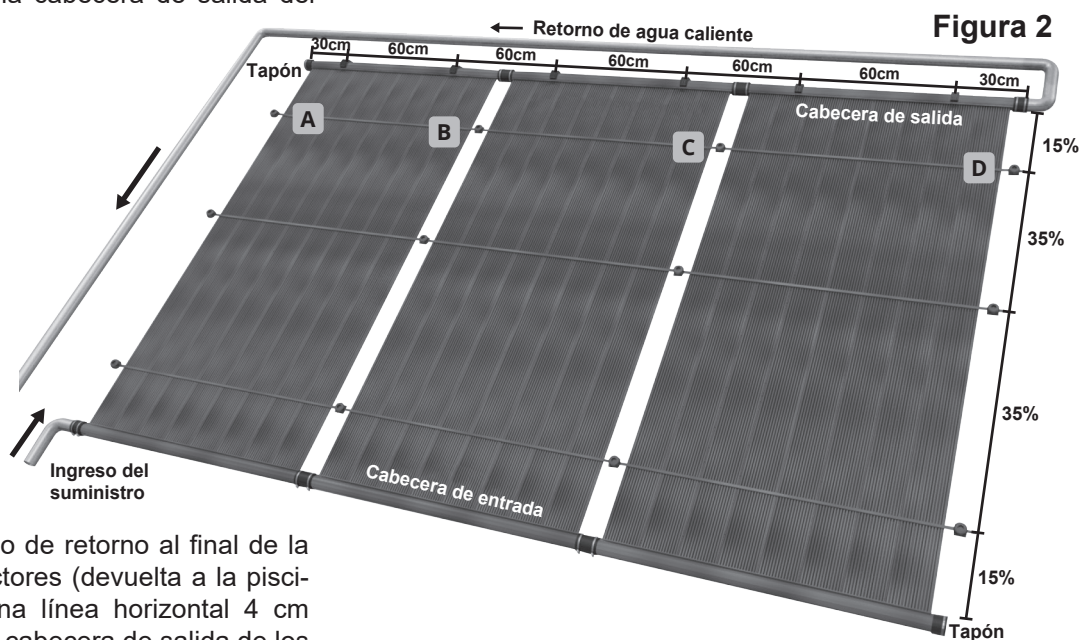

Figura 2
Note en la *Figura 2* que el tubo que lleva el agua de vuelta a la piscina, la tubería de retorno, esta conectado a los colectores diagonalmente opuesto a la tubería de suministro en los colectores. La tubería de retorno debe conectarse 180°, y cruzar de un lado hacia el otro por encima de los colectores de forma paralela a la cabecera de salida del colector.
Paso 3: Mida 30 cm desde el comienzo del grupo de colectores (el primer colector en el sistema es el que esta conectado a la tubería de suministro), y marque la línea con el marcador de línea. Después, marque una línea cada 60 cm hasta que tenga dos marcas por cada colector en la hilera. Vea *Figura 2*.
Paso 8: el ancla de correa [22USA] fue diseñada para los tres tipos de materiales aprobados para las correas, los cuales son plástico (polipropileno), acero inoxidable y tejido recubierto (poliéster). El inserto extraíble en el interior de la base de montaje se coloca en la parte superior de la correa y se asegura con la tapa superior. Si se está utilizando la correa de tejido recubierto (poliéster), deje el inserto en la base del anclaje y coloque la correa encima y asegúrela con la tapa. Empezando por la parte final del lado izquierdo de la correa superior (A, B, C, D, Figura 2) y trabajando de izquierda hacia la derecha horizontalmente, asegure que las correas para cada anclaje por medio de enroscarla firmemente sobre la base. Repita este proceso en todas las ubicaciones de la correa.
Paso 9: Conecte la tapa final en los colectores de acuerdo a las ubicaciones mostradas en la Figura 2, usando Correas Cortas y Abrazaderas de Unión.